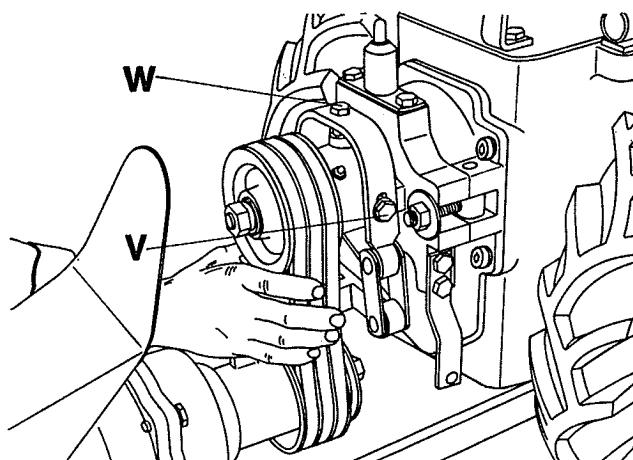

Fig. 14
13. Keilriemen (Fig. 14)
Früher oder später müssen die Keilriemen nachgespannt werden, weil sie sonst anfangen, auf den Keilriemenscheiben zu rutschen. Ihre Spannung kontrolliert man mit der Hand, wie in Fig. 14 dargestellt. Die Riemen sollen sich beidseitig etwa 5 mm hineindrücken lassen.
(fig. 14)
On contrôle la tension à la main, comme le montre la figure 14. Elle est juste si les courroies peuvent plier de 5 mm des deux côtés. Si la tension est plus faible, il faut la régler pour éviter le patinage. A cet effet, on enlève d'abord la protection, puis, après avoir desserré les vis V, on serre la vis W de $\frac{1}{2}$ ou 1 tour.